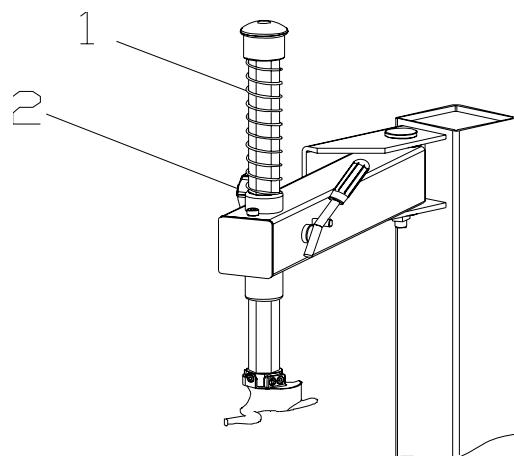

Рис. 8-10
Установите пружину (1) на вертикальный шток. Установите винт, снятый с крышки штока, и вкрутите маховицю в резьбовую втулку консоли, как показано на рис. 8-10.